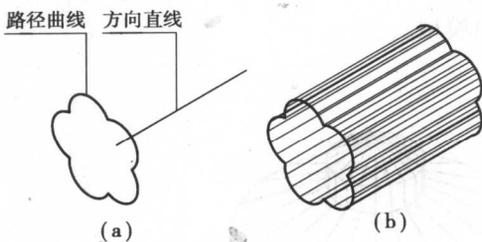

图 1.20 平移曲面作图步骤
例 1.4 作出如图 1.20(b)所示平移曲面模型。
②用圆命令绘制路径曲线,修剪并编辑成二维多段线;回到世界坐标系,绘制方向直线,如图 1.20(a)所示。
③设置网格密度($SURFTAB1 = 24$),输入平移曲面命令,依次选择路径曲线和方向直线,平移结果如图 1.20(b)所示。